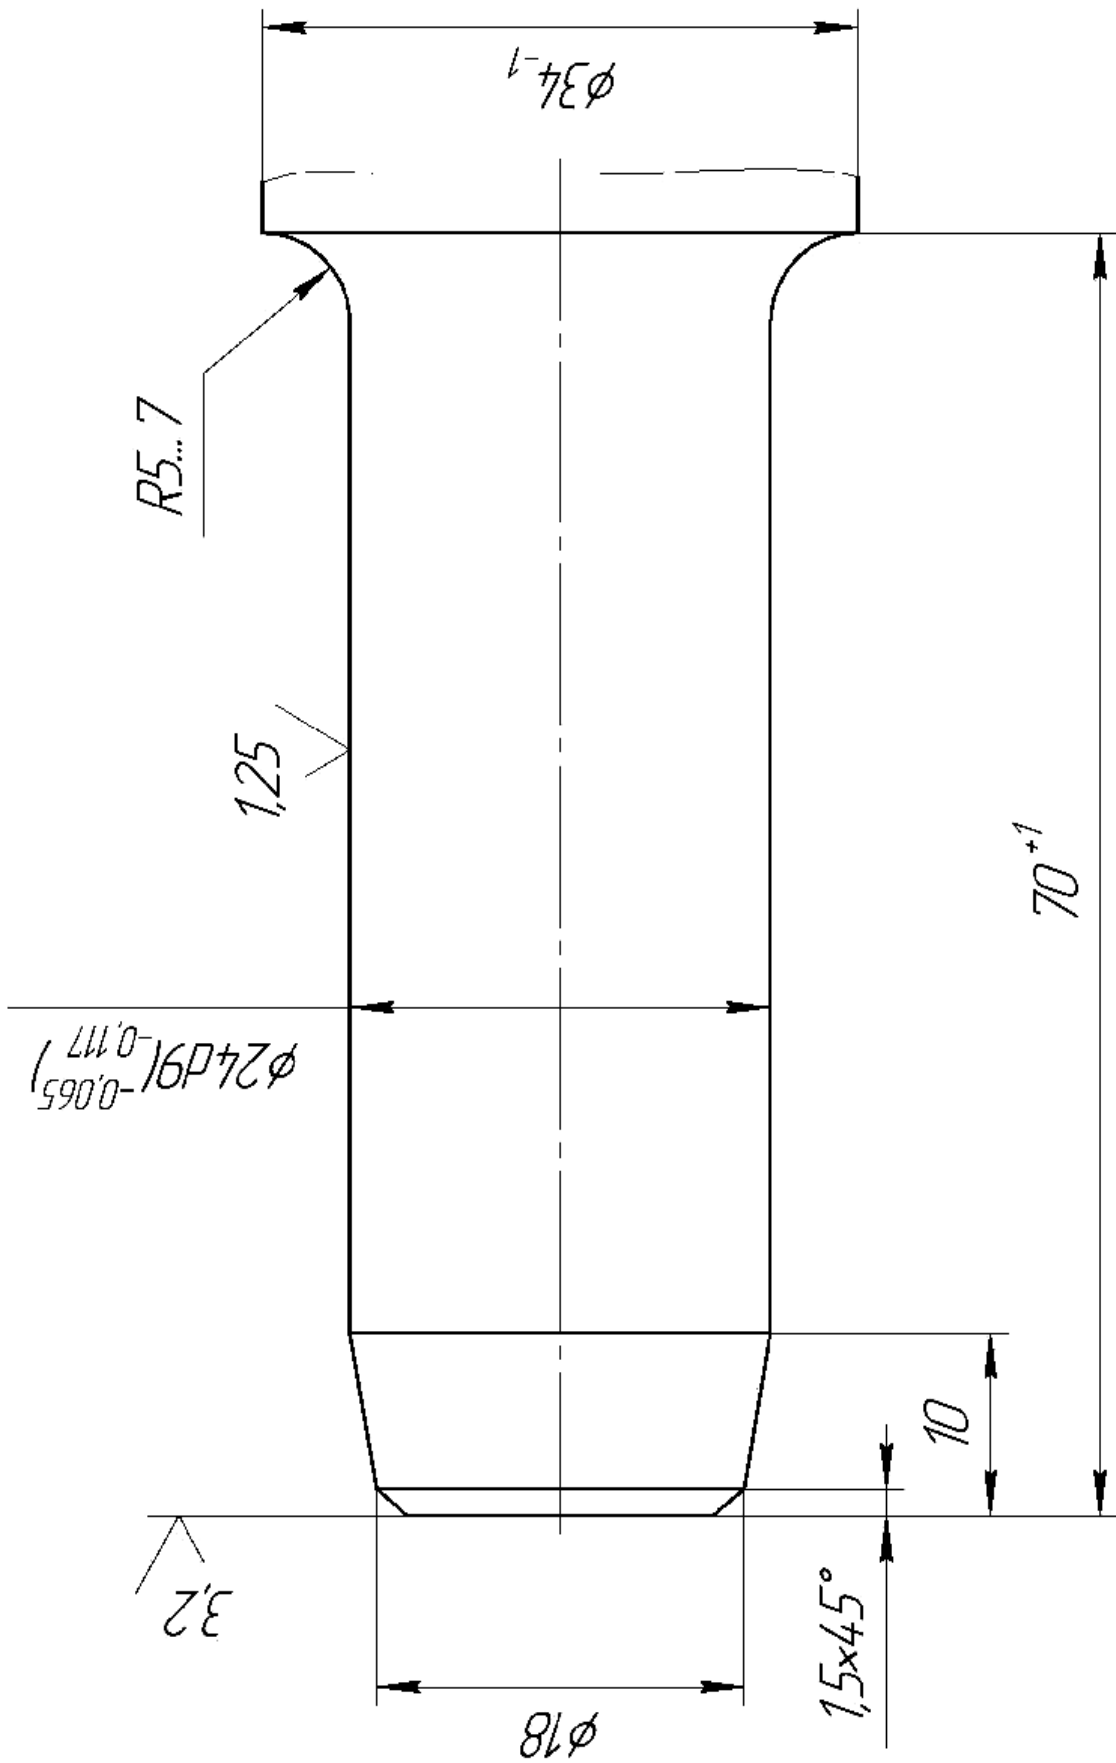

Рис. 2
4.2. При нажатии на рукоятку толкатель 16 перемещается в гнезде стакана и, утопив шарик, открывает доступ сжатого воздуха через ниппель, штуцер и отверстие в стакане к воздухораспределительному устройству которое направляет сжатый воздух попеременно в верхнюю и нижнюю части ствола. Под действием сжатого воздуха ударник совершает возвратно-поступательные движения и наносит удары по хвостовику рабочего инструмента. Хвостовик рабочего инструмента показан на рис.2.